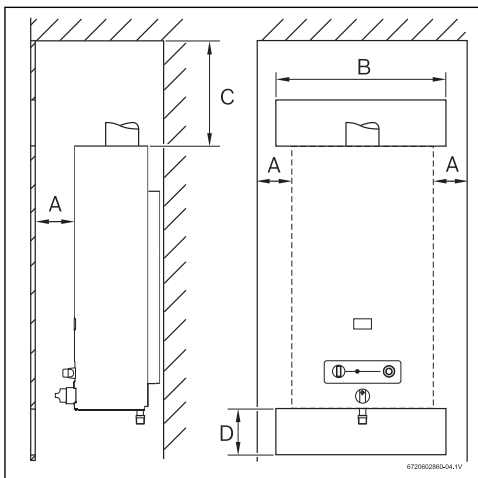

Bild 10 Mindestabstände
- Aus Wartungsgründen sollten die auf Bild 10 angegebenen Abstände eingehalten werden. Bei Einbau in schrankartige Umkleidung die in Bild 10 angegebenen Maße einhalten.